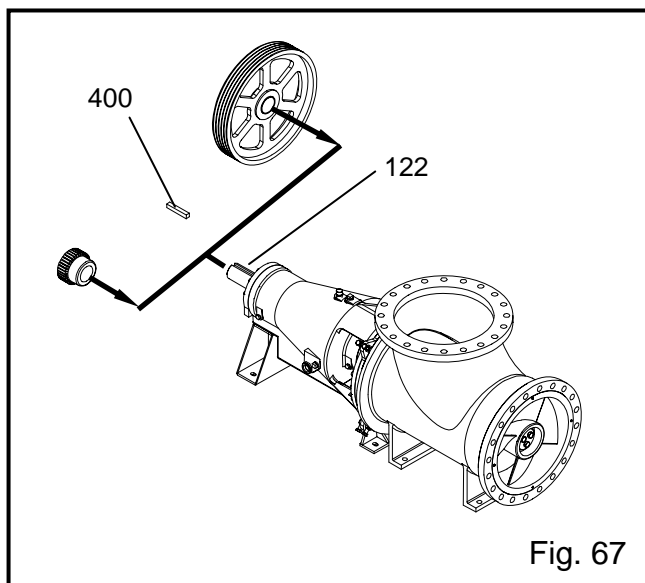

Fig. 67
19. Instalar a chaveta (400) no escatel do veio de
accionamento (122). Dependendo do tipo de accionamento, instalar a meia união ou a polia no veio (122). Se a meia união de acoplamento tem um ajustamento com interferencia pode ser necessário aquece-la antes de a montar no veio (122). Instruções relativas ao accionamento estão incluídas no pacote de documentação. Seguir as instruções do fabricante para a instalação do acoplamento ou da polia, ver Fig. 67 na página seguinte.